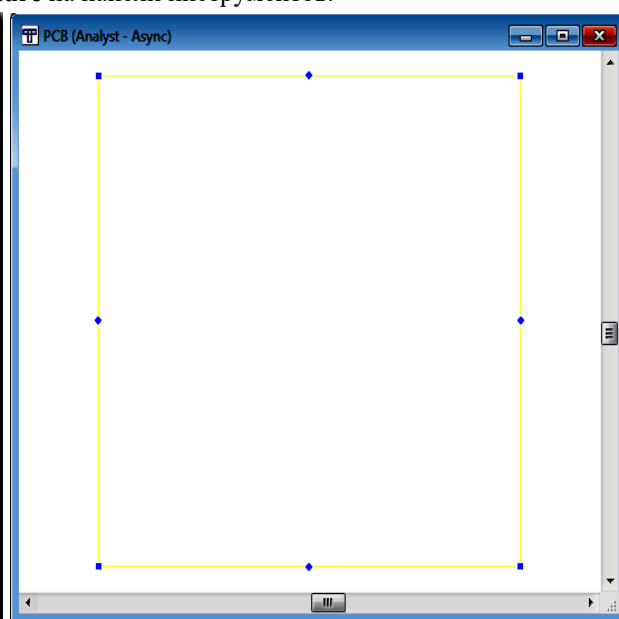

Рис. 43
2. Дважды щёлкните мышкой по граничной форме, чтобы ввести режим редактирования. Небольшие ромбики/квадратики появятся на серединах сторон и по углам (рис. 43).